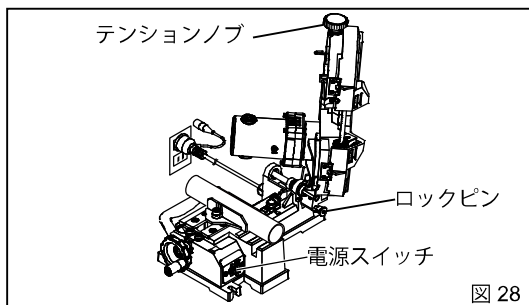

図 28
② フレーム先端にあるテンションノブを持ち、フレーム下部のロックピンを引きフレームロックを解除します。(図 28)
③ ベース右面前側にある電源スイッチを ON にし、ノコ刃を回転させます。(図 28)